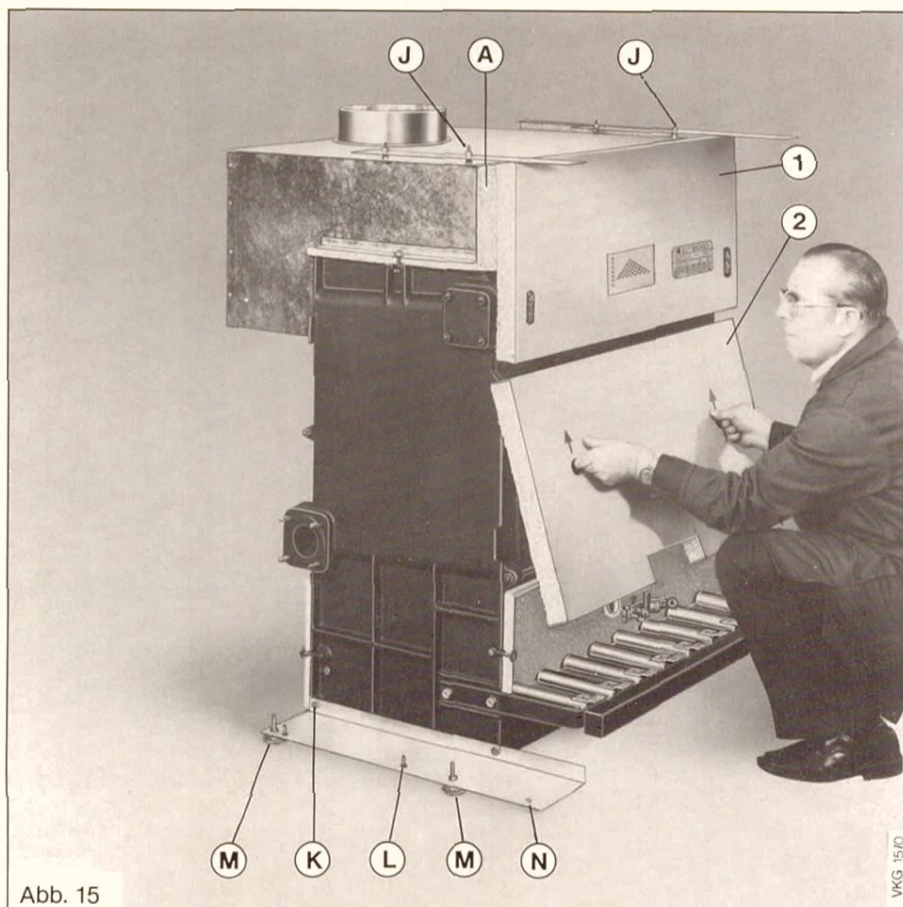
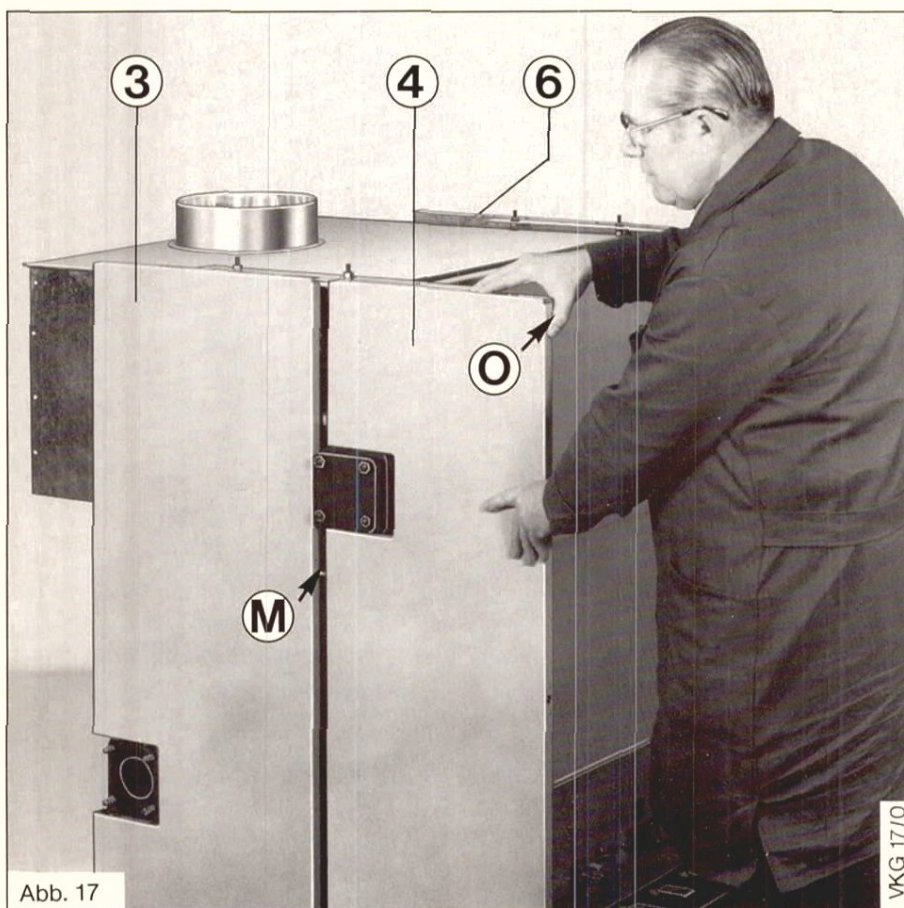

Abb. 15
Abb. 17
Winkleisten mit Sechskantschrauben (K), Abb. 15, an den Endgliedern wie folgt befestigen.
Als Träger der Halbleiche sind 4 Sechskantschrauben (J), Abb. 15, mit der Strömungssicherung zu verbinden.
Seitliche Isolierung, 100 mm stark, rechts und links, oben, (Alu-Kaschierung nach außen), über die Befestigungsschrauben (J), Abb. 15, drücken und mittels Halbleich (R), Abb. 16, Seite 12, festklemmen. Isoliermatte (X), Abb. 16, Seite 12, 30 mm, mit Alu-Kaschierung nach oben, lose auf die Strömungssicherung legen.
Mantelblech, innen (1), Abb. 15, auf die vordere obere Ankerstange stellen und oben mit 2 Blechschrauben am Halbleich befestigen. Mantelblech, innen (2) oben unter das Blech (1) stecken, nach oben schieben, an den Kessel anlegen und auf die untere Ankerstange absenken. Isoliermatte (A), Abb. 15, 100 x 250 mm x erforderl. Länge zwischen Strömungssicherung und Mantelblech innen oben (1) stecken.
Mantelblech, seitlich (3), Abb. 17, auf die Stifte (L), Abb. 15, der Winkelleiste stellen und oben mit 2 Blechschrauben am Halteblech verschrauben. Fassonschrauben (M), Abb. 17, von Mantelblech seitlich (3), Abb. 17, in Blech (4) stecken, oben mit 2 Blechschrauben am Halteblech und unten bei (N), Abb. 15, mit 2 Blechschrauben am Halteblech mit 1 Kreuzschlitzschraube M5 an der Winkelleiste befestigen.
6.12 Halbleche und Winkelleisten sowie Abschnitt 6.13 Kesselverkleidung entsprechend Kap. 5.14 Seite 12 bis Seite 14 anbauen und montieren. Stifte (17) in seitliche Mantelbleche (3), (6) Abb. 15 und Abb 16, Seite 17 einschrauben und Mantelbleche oben, seitlich (12) Abb. 26, Seite 17 einhängen.